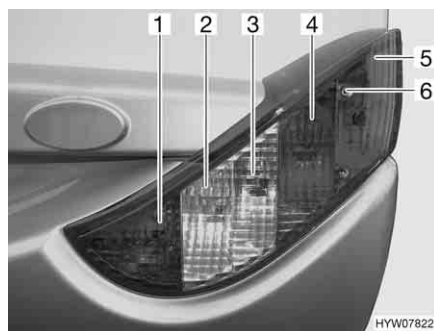

Fig. 121 Luci posteriori (lato anteriore)
- Svitare le tre viti ad esagono cavo (Fig. 121,6)